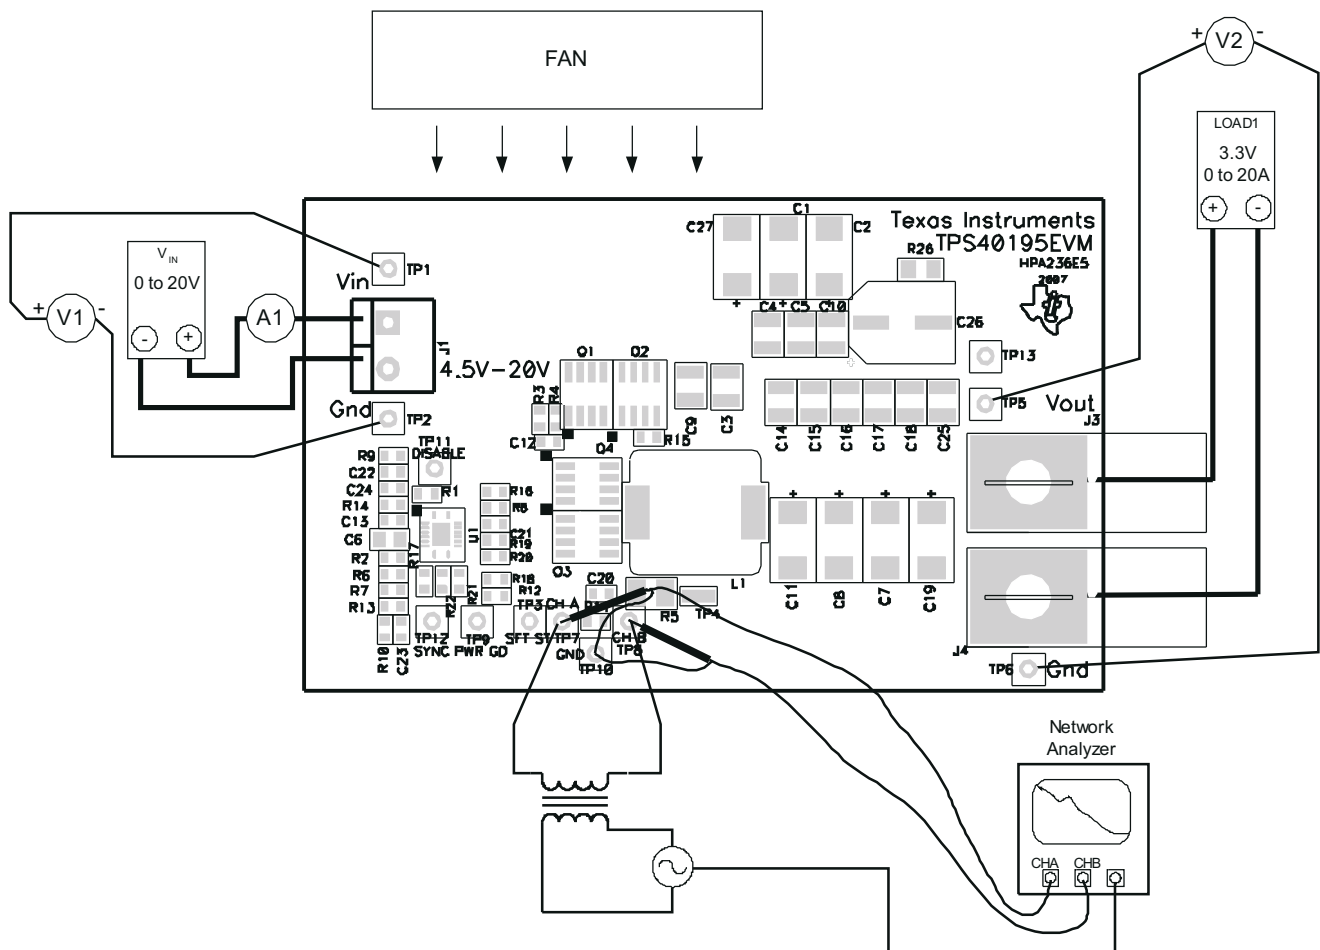

图 6-2. 控制环路测量设置
2. 将输入信号幅度测量探头 (通道 A) 连接到 TP7，如图 6-2 所示。
3. 将输出信号幅度测量探头 (通道 B) 连接到 TP8，如图 6-2 所示。
4. 将通道 A 和通道 B 的接地引线连接到 TP10，如图 6-2 所示。